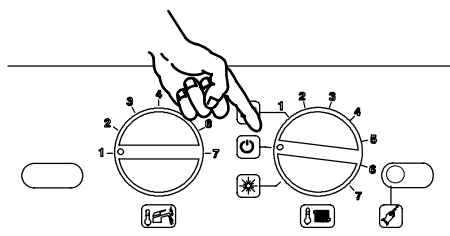

Figura 6.7
- Spegnerne la caldaia portando il selettore di funzione 18 sulla posizione "U" come in Figura 6.7.